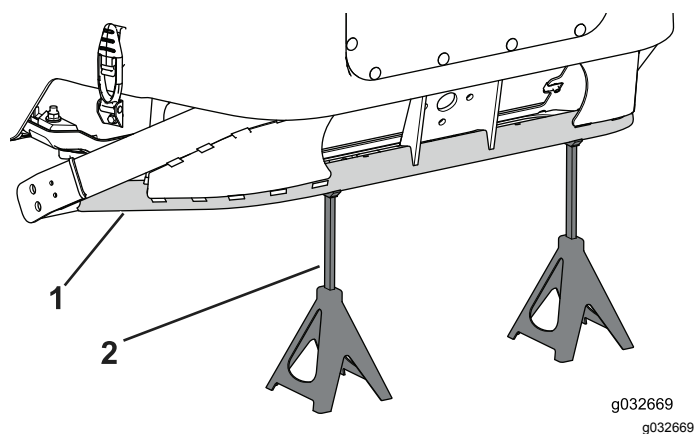

Bild 103
1. Stellen Sie zwei Achsständer unter die Rückseite des Maschinenrahmens (Bild 103).